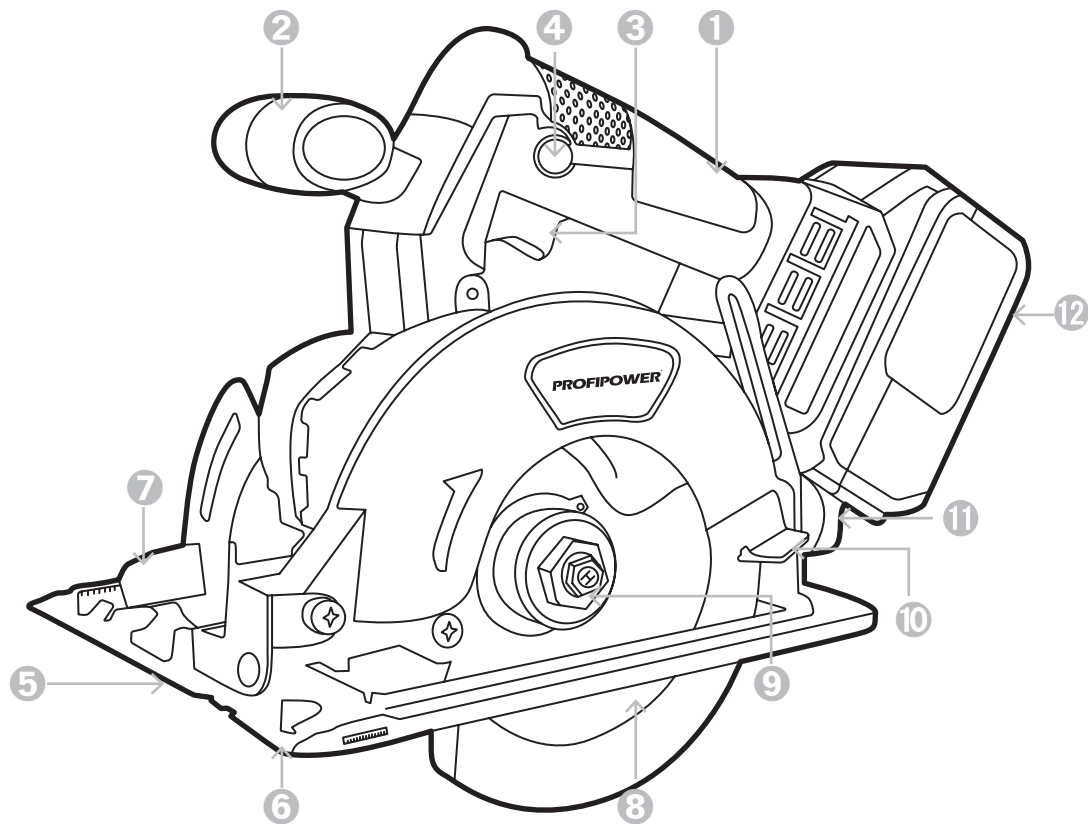

Рисунок 1.1. Устройство инструмента
**ВНИМАНИЕ!** Перед установкой аккумуляторного блока в инструмент обязательно убедитесь, что его выключатель «3» (рисунок 1.1) нормально работает и возвращается в положение (ВЫКЛ.) при отпускании.
Включайте инструмент только тогда, когда собираетесь работать с ним. Убедитесь, что напряжение источника питания соответствует данным на заводской табличке инструмента. Чтобы включить электрический инструмент, нажмите кнопку блокировки от случайного включения пилы «4» (рисунок 1.1.), затем нажмите и удерживайте выключатель «3» (рисунок 1.1.). Для выключения электроинструмента отпустите клавишу выключателя «3» (рисунок 1.1.). Исходя из соображений безопасности, выключатель заблокировать нельзя, поэтому, при работе его необходимо постоянно удерживать. Выключайте изделие всегда по окончании работы.